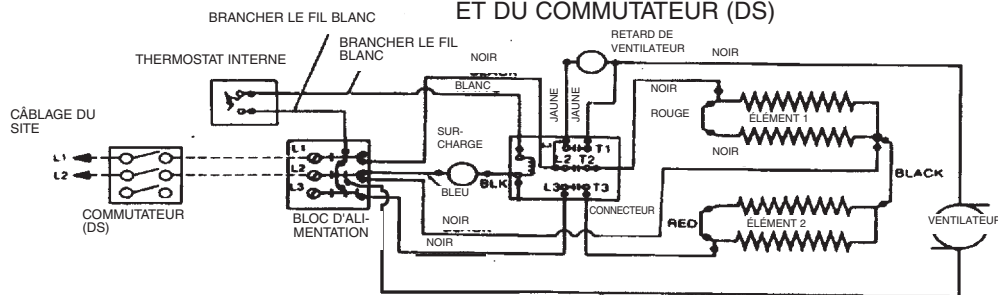

Figure 3
5. Déposer le capot de fil du devant du radiateur et passer T1 et T2 (et T3 pour du tri-phasé) du commutateur au bloc d'alimentation du radiateur (voir le schéma de câblage, figure 3).
- Retirer le capot de câblage sur le devant du radiateur et câbler T1 et T2 (et T3 pour du tri-phasé) du commutateur au bloc d'alimentation du radiateur. Voir le schéma de câblage, figure 3.
- Brancher les fils blancs du radiateur aux bornes "L2" et "cycle" sur le thermostat, comme illustré dans le diagramme de câblage, figure 3.